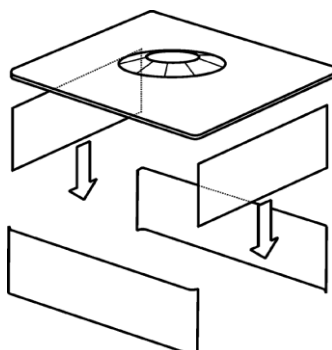

Рис. 7.2 - Схема сборки ветрозащитного экрана
7.3 Собрать ветрозащитный экран и установить его на весы (только для модификаций ВК-150.1, ВК-300, ВК-300.1, ВК-600, ВК-600.1), см. Рис. 7.2.